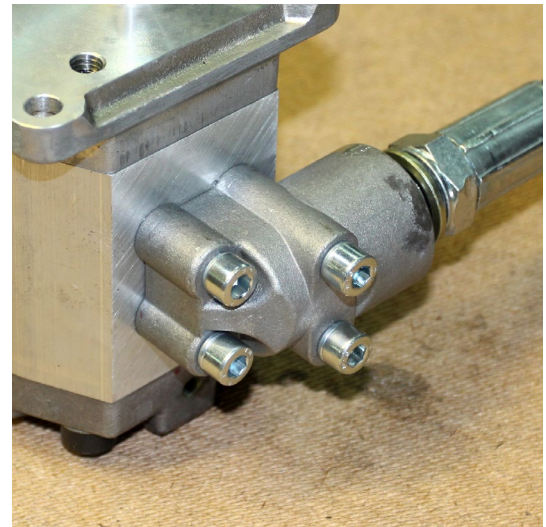

Abbildung 4.3
8. Bringen Sie die Hydraulikanschlüsse wieder an den jeweiligen Seiten des Hydraulikmotors an. HINWEIS! Stellen Sie sicher, dass der O-Ring am Hydraulikanschluss unbeschädigt an seinem Platz sitzt, siehe Abb. 4.3.